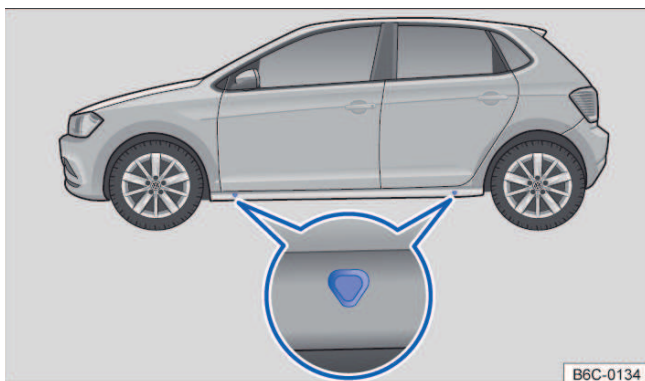

Fig. 167 Pontos de apoio do macaco.
O macaco somente pode ser posicionado nos pontos de apoio indicados (marcação na carroceria) → Fig. 167. É válido o ponto de apoio localizado próximo à roda correspondente → ⚠.
7. Procurar sob o veículo o ponto de apoio do macaco → Fig. 167, mais próximo da roda a ser trocada.